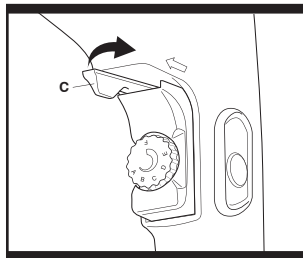

Fig. 4
5. SELECTEUR DU SENS DE ROTATION VISSAGE/DEVISSAGE (Fig. 4)
Pour sélectionner la rotation vers l'avant pour des opérations normales de vissage, pousser le sélecteur du sens de rotation (c) comme indiqué (Fig. 4).